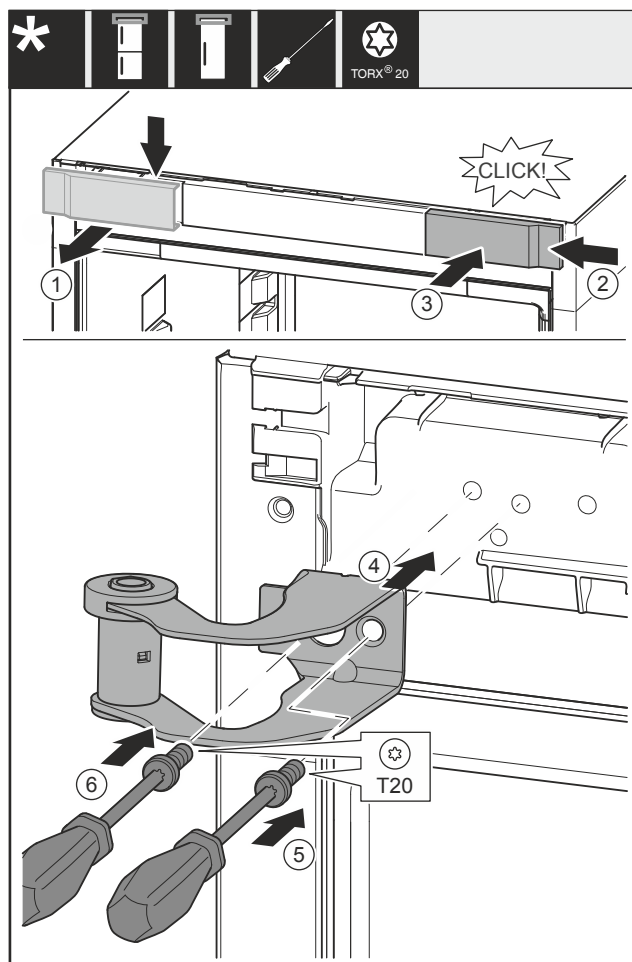

Fig. 15
- ▶ 从上方朝前取下盖板 Fig. 15 (1)。
- ▶ 将盖板 Fig. 15 (2) 旋转 180° 至另一侧从右边挂上。
- ▶ 插入盖板 Fig. 15 (3)。
- ▶ 装上上方的托架 Fig. 15 (4)。
- ▶ 旋紧螺钉 Fig. 15 (5)。
- ▶ 旋紧螺钉 Fig. 15 (6)。